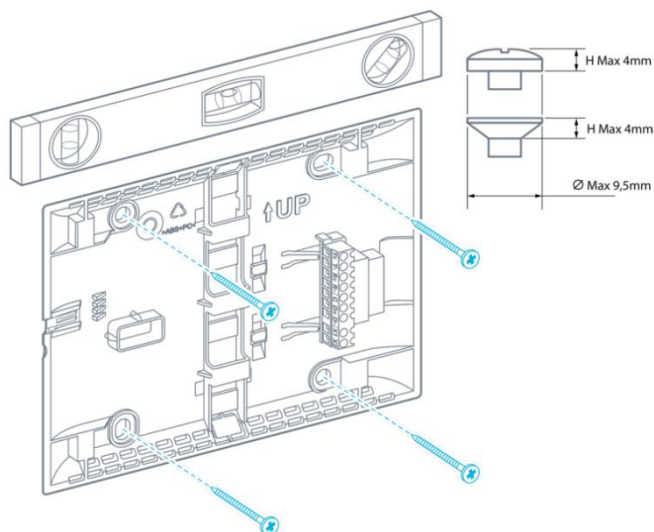

Рисунок 25
4. Кронштейн предварительно зафиксировать крепежом на монтируемой поверхности. Скорректировать положение Кронштейна в пространстве с помощью регулировочных отверстий и окончательно затянуть крепёжные элементы, рисунок 25.